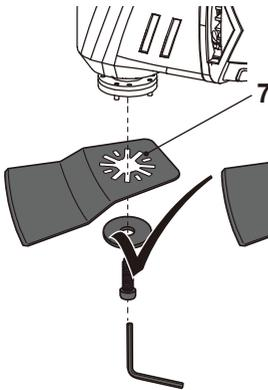

Fig. 6
- > Afloje el perno (11) con la llave hexagonal (13) y retírelo junto con la brida de apriete (11a) del portaherramientas (1).
- > Alinee las ranuras con los 8 pines (1a) y coloque el accesorio deseado (7, 8, 9 o 10) en el portaherramientas (1).
- > Asegure el accesorio de la herramienta con la brida de apriete (11a) y el perno (11). (Fig. 6, 7, 8, 9).